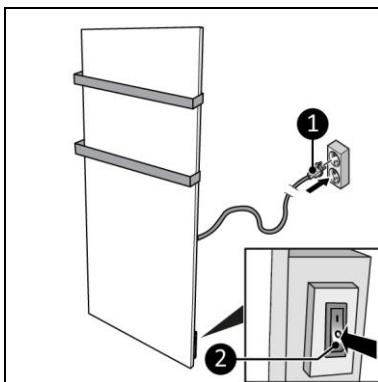

Figure 11
2. Assurez-vous que le commutateur ON/OFF est en position OFF (Figure 11, pos. 2).
3. Insérez la fiche d'alimentation (Figure 11, pos. 1) dans une prise murale reliée à la terre et facilement accessible. Utilisez une prise murale avec mise à la terre d'une puissance minimale de 800 watts.
1. Assurez-vous que le commutateur ON/OFF est en position OFF (Figure 11, pos. 2).
2. Retirez la fiche d'alimentation de la prise de courant (Figure 11).